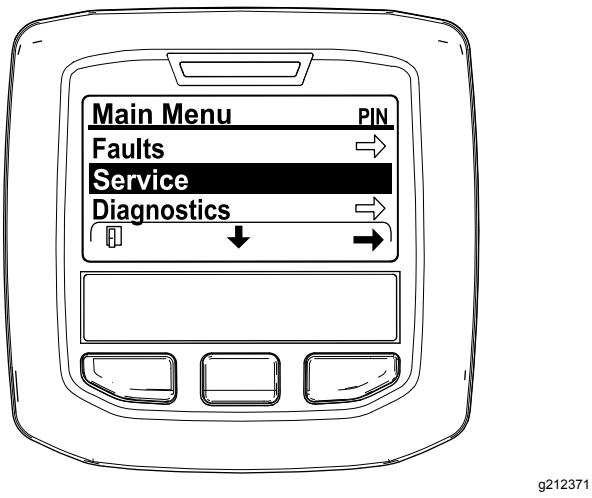

Figure 47
2. Naviguez jusqu'au MENU PRINCIPAL, appuyez sur le bouton central pour parcourir le menu MENU ENTRETIEN, et appuyez sur le bouton droit pour sélectionner l'option ENTRETIEN (Figure 47).